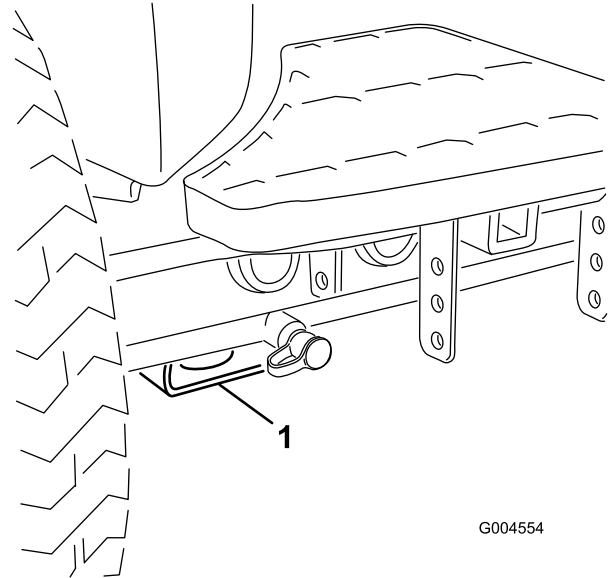

Bild 42
- Vorne: Rechteck unter dem Achsenrohr in jedem Vorderreifen (Bild 42).